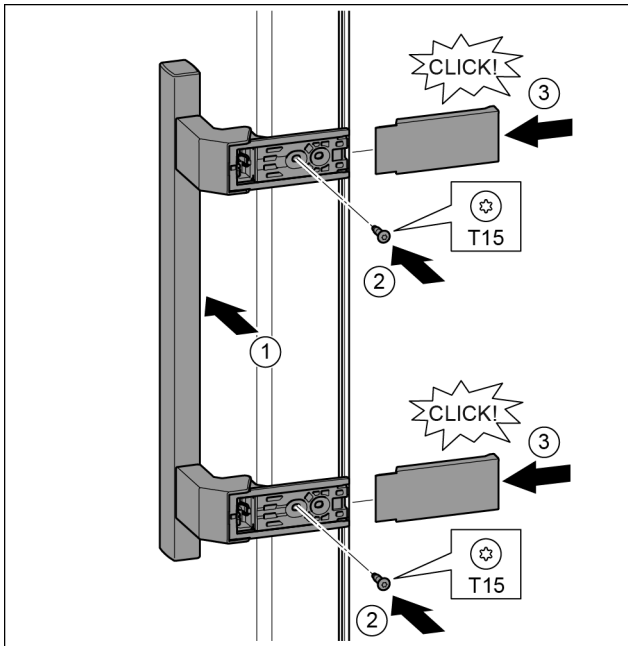

Fig. 34
- ▶ Aplicați mânerul pe partea opusă. Fig. 34 (1)
- ▶ Înșurubați ferm șuruburile cu șurubelnița T15. Fig. 34 (2)
- ▶ Aplicați și împingeți capacele laterale. Fig. 34 (3)